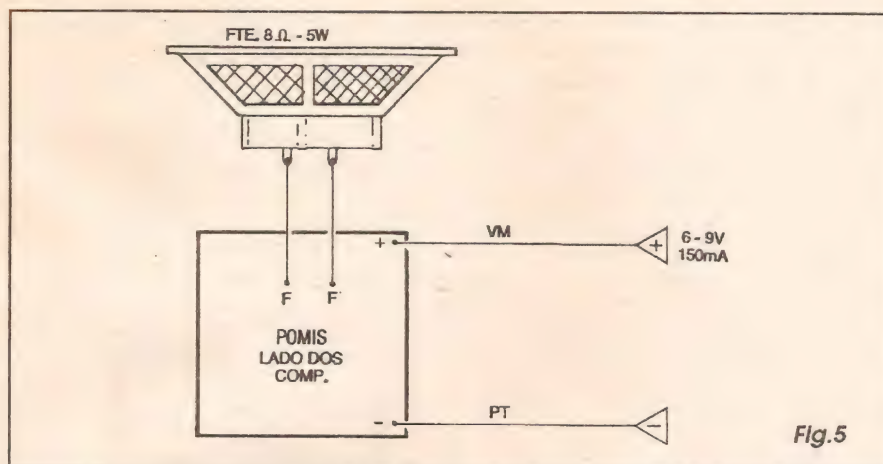

Fig.5
- FIG. 5 - CONEXÕES EXTERNAS À PLACA - No diagrama que detalha as conexões externas à placa, esta é sempre vista pelo seu lado não cobreado (o mesmo ocupado pelas peças que lhe ficam diretamente *em cima*...), porém com os componentes já soldados, *invisibilizados*, de modo a não atrapalhar a interpretação... As ligações da POMIS são poucas e simples, já que basta conectar os terminais do alto-falante (ou *tweeter*) aos pontos F-F', através de pedaços de cabinho isolado, além de ligar os fios a alimentação (estes, sim, com respeito à polaridade...) aos pontos "+" e "-", de preferência usando o código universal de fio **vermelho** para o **positivo** e fio **preto** para o **negativo**... Notar que tanto usando na alimentação pilhas (num suporte), quanto bateria (ligada via *clip*) ou mesmo uma fonte comercial, muito provavelmente essa correspondência padronizada de cores/polaridades, será encontrada, ficando assim bem fácil a interpretação...